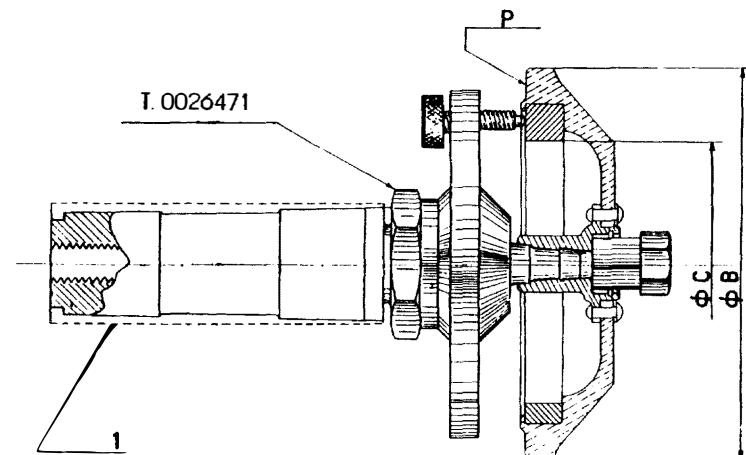

Fig. 23
6. - Using the mandrel T. 0026471 and a clock gauge (see fig. 23), check the concentricity of the dia. B and the perpendicularity of the plane P with respect to the axis of rotation. If the eccentricity should exceed 0.03 mm skim over the dia. B on a lathe.
6. - Con el eje T. 0026471 y un comparador controlar (ver. fig. 23) la concentricidad del diámetro « B » y la normalidad del plano « P » con respecto al eje de rotación. Si la excentricidad sobrepasa los 0,03 mm. retocar el Ø « B » con el torno. Luego en el torno, con mandril de mordazas independientes y comparador, poner a cero el diámetro « B » y ajustar el diámetro « C » (si este resultara excéntrico) no sobrepasando la cota de 106,4 mm. con una profundidad máxima de 25 mm.